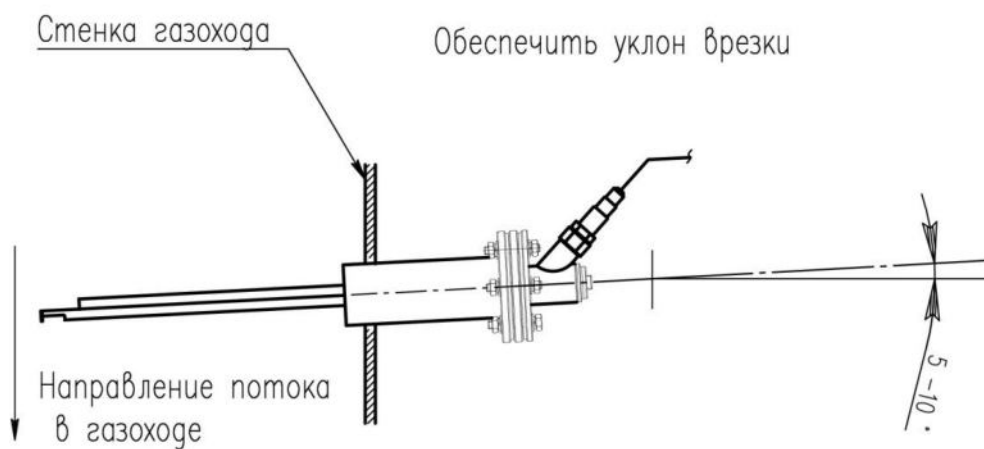

Рис. 6 – Рекомендуемое положение пробоотборного устройства для врезки с зондом (горизонтальное)
– горизонтальное, см. *Рис. 6*;